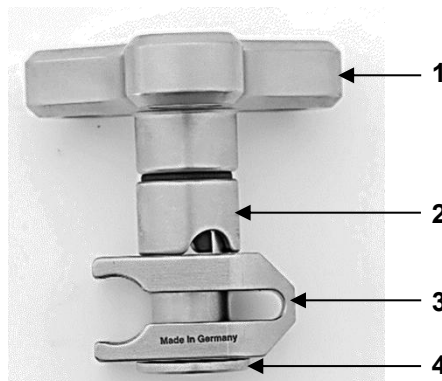

Abb. 5: Kreuzverbinder EEN-4
Abbildung 5 zeigt den Kreuzverbinder EEN-4. Dieser besteht aus einem Sterngriff (1), einer Klemmhülse (2), einem Klemmstück (3) und einer Gewindestange (4).